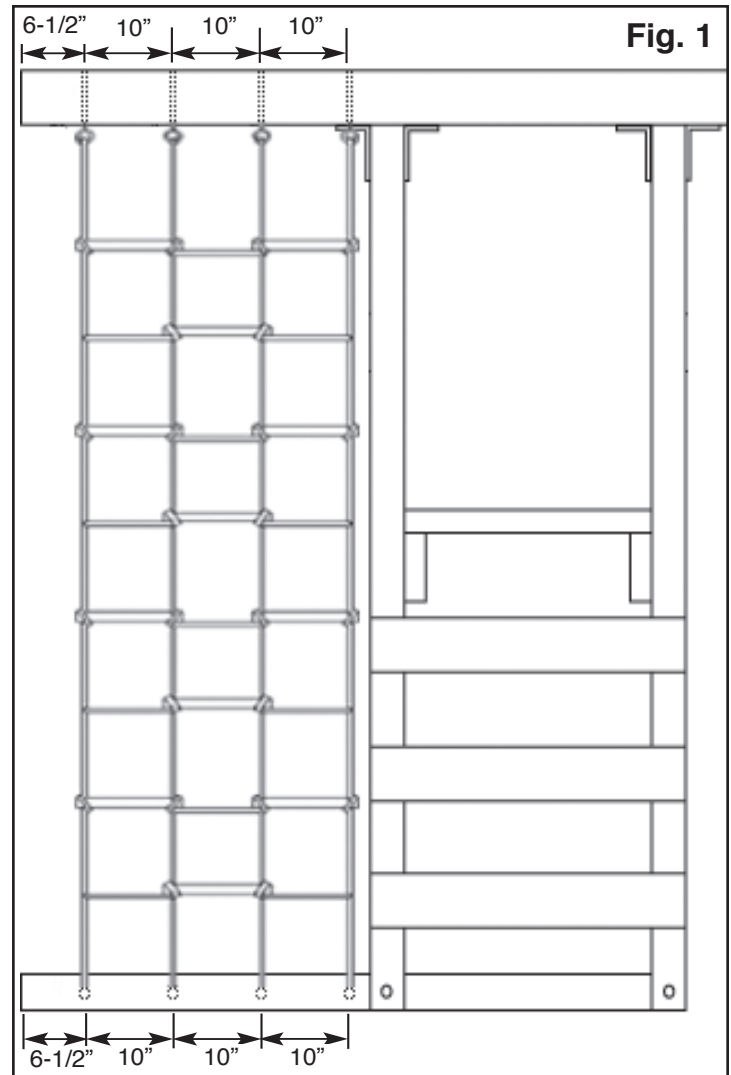

Fig. 1
2. Taladre cuatro huecos de 5/16" en la parte de arriba de la viga como se indica en Fig. 1. Taladre cuatro huecos de 3/8" en la base como se indica en Fig. 1.
3. Sujete una tabla de 2" x 6" x 80" a la base como se indica en Fig. 1 usando cuatro tornillos de 3" en cada unión. Taladre a través de los huecos existentes en el poste y a través de la nueva tabla de base. Inserte los pernos de carro que se quitaron previamente y sujételos usando los herrajes que se quitaron previamente.
4. Sujete maderos que queden a la unidad como se muestra en Fig. 1 usando tres tornillos de 3" por unión.